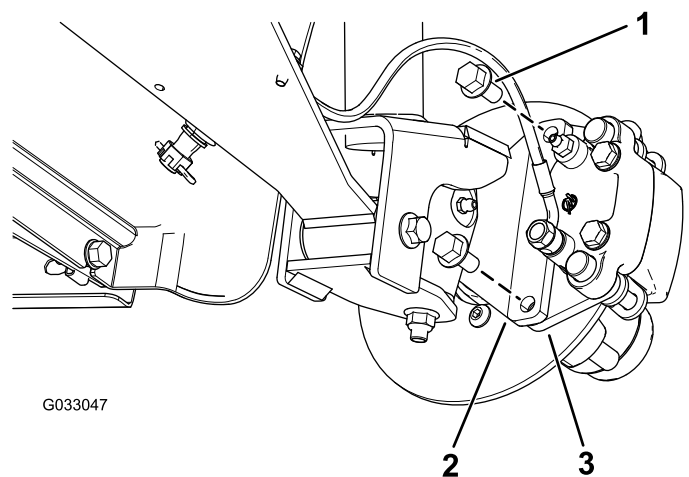
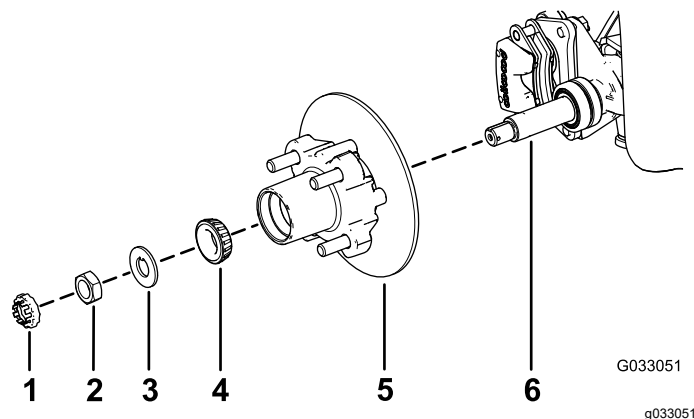

図 24
図 28
3. ブレーキアセンブリ用のブラケットをスピンドルに固定しているフランジヘッドボルト $\frac{3}{8}$ " x $\frac{1}{4}$ "を外してスピンドルからブレーキを取り外す 図 24。
1. スピンドルに所定のグリスを薄く塗る 図 28。
2. ハブとロータをスピンドルに取り付ける。ロータを内側にすること 図 28。
3. スピンドルに外側ベアリングを取り付けてレースにはめる 図 28。
4. スピンドルにタブワッシャを取り付ける 図 28。
5. スピンドルにスピンドルナットを取り付け、ハブを回してベアリングを着座させながらナットを 15 N·m 1.52 kg·m = 11 ft-lb に締めつける 図 28。
2. ブレーキパッドをロータのそれぞれの側に合わせ 図 24、キャリパブラケットの穴と、スピンドルフレームのブレーキ取り付け部の穴を整列させる 図 28。
3. キャリパブラケットをスピンドルフレームに固定する 図 24 フランジヘッドボルト $\frac{3}{8}$ " x $\frac{3}{4}$ " 2本を使用する。